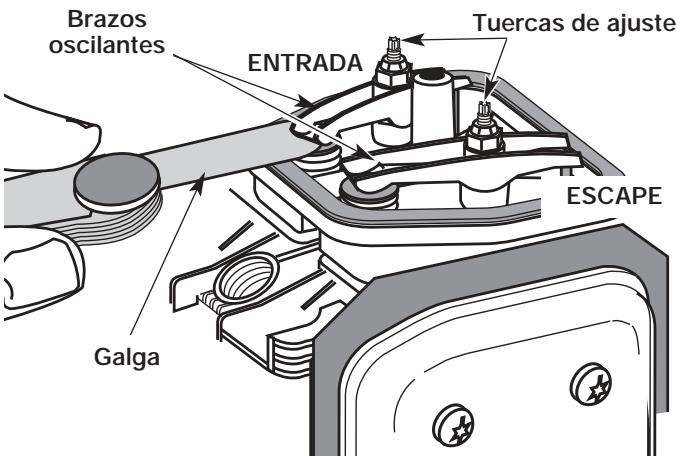

Figure 54
9. Deslice la galga entre el brazo oscilante y el resorte de retorno de la válvula. Mida el huelego entre el vástago de la válvula y el brazo oscilante (Fig. 54). Realice esto en las válvulas de entrada y de escape
El huelego recomendado para las válvulas de entrada y de escape es .003 – .006 pulgadas (.076 – 0.152 mm). Use un calibrador regular de automóvil de .005 pulgadas (0.127 mm). El calibrador debe deslizarse entre el balancín y el vástago de la válvula con una ligera cantidad de resistencia, sin doblarse (Fig. 54).